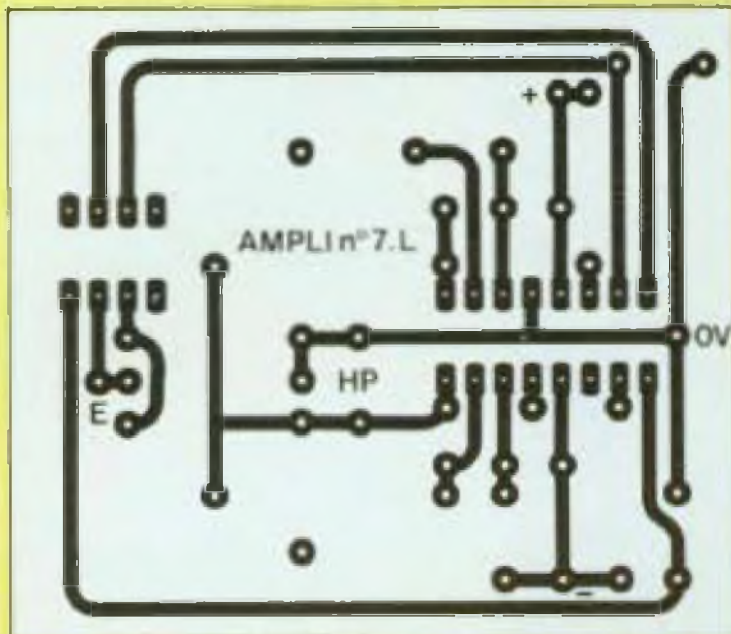

Fig. 15 : Circuit imprimé de l'étage de puissance.
- l'amplificateur, carte aux dimensions de 64 x 56 mm (figure 15)